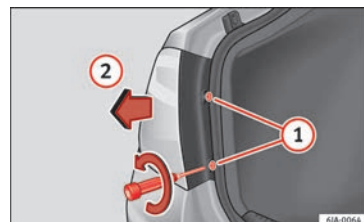

Abb. 98 Ausbau der Heckleuchte im Seitenteil
- Lösen und entfernen Sie mit einem Einsteck-Schraubendreher oder einem T20 Torx-Schlüssel (gegen den Uhrzeigersinn drehen) die beiden Befestigungsschrauben im vorderen Bereich der Leuchte » Abb. 98 »
- Ziehen Sie die Heckleuchteinheit nach hinten (» Abb. 98 2), bis die Heckleuchte sich aus der Aufnahme gelöst hat.